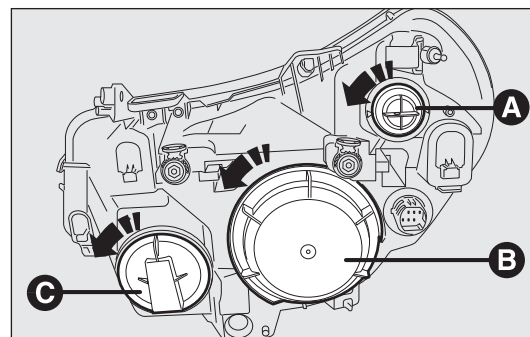

fig. 180
Pour remplacer l'ampoule des feux de route/éclairage diurne, enlever le bouchon C-fig. 180.
Pour remplacer l'ampoule des feux de croisement/position, il faut enlever le bouchon B-fig. 180.
Pour remplacer l'ampoule des feux clignotants, il faut enlever la douille A-fig. 180.
- retirer le capot de protection B-fig. 180 en tournant dans le sens inverse des aiguilles d'une montre;
- remonter le couvercle de protection B-fig. 180 en le tournant dans les sens des aiguilles d'une montre en s'assurant qu'il est bloqué correctement.
- retirer le couvercle de protection C-fig. 180 en le tournant dans le sens inverse des aiguilles d'une montre;
- remonter le couvercle de protection C-fig. 180 en le tournant dans les sens des aiguilles d'une montre en s'assurant qu'il est bloqué correctement.
- retirer le couvercle de protection C-Fig. 180 en le tournant dans le sens inverse des aiguilles d'une montre ;
- retirer le couvercle de protection B-fig. 180 en le tournant dans le sens inverse des aiguilles d'une montre ;